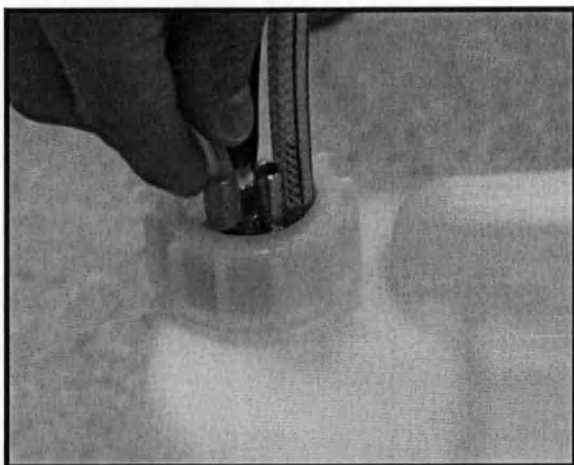

Рис. 3-9 Подключение трубки для отходов к контейнеру.
3. Определите необходимую длину трубки до контейнера, чтобы не образовывалось петель, и не было ее натяжения. Обрежьте лишнюю часть трубки. Присоедините трубку к контейнеру, как это показано на Рис. 3-9. Примечание: для предотвращения обратного тока отходов убедитесь, что трубка имеет наклон на всем своем протяжении.